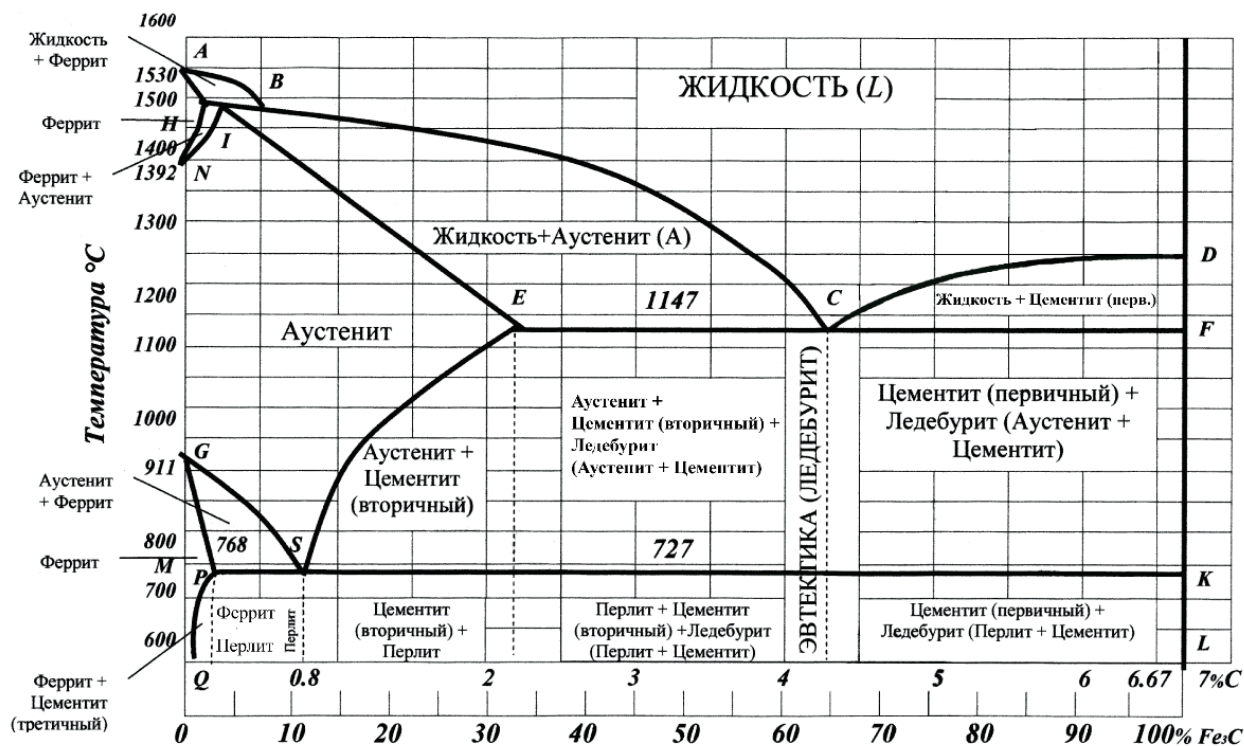

Рис. 1. Диаграмма состояния «Железо-Цементит»
2. На листе формата А4 вычертить диаграмму состояния Fe-Fe3C (рис. 1). Обозначить структурные составляющие во всех областях диаграммы и описать какие структурные и фазовые превращения будут происходить при медленном охлаждении из жидкого состояния сплава.